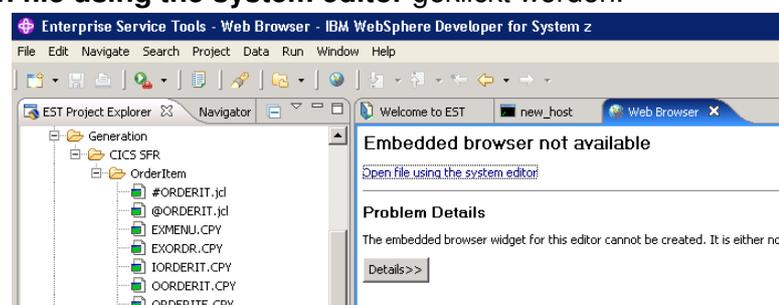

Abbildung 63
2. Nun öffnet sich normalerweise ein neues Fenster, der Web Services Explorer. Ist dies nicht der Fall und schaut der Bildschirm wie in Abbildung 63 dargestellt aus, so muss nur auf **Open file using the system editor** geklickt werden.